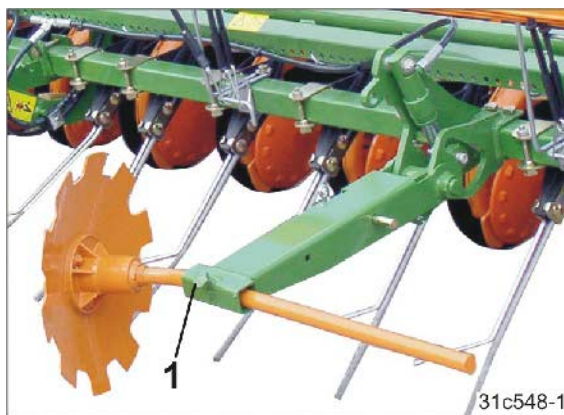

図 198
6. ねじ (図 198/1) を外します。
9. ねじ (図 198/1) を締め付けてください。